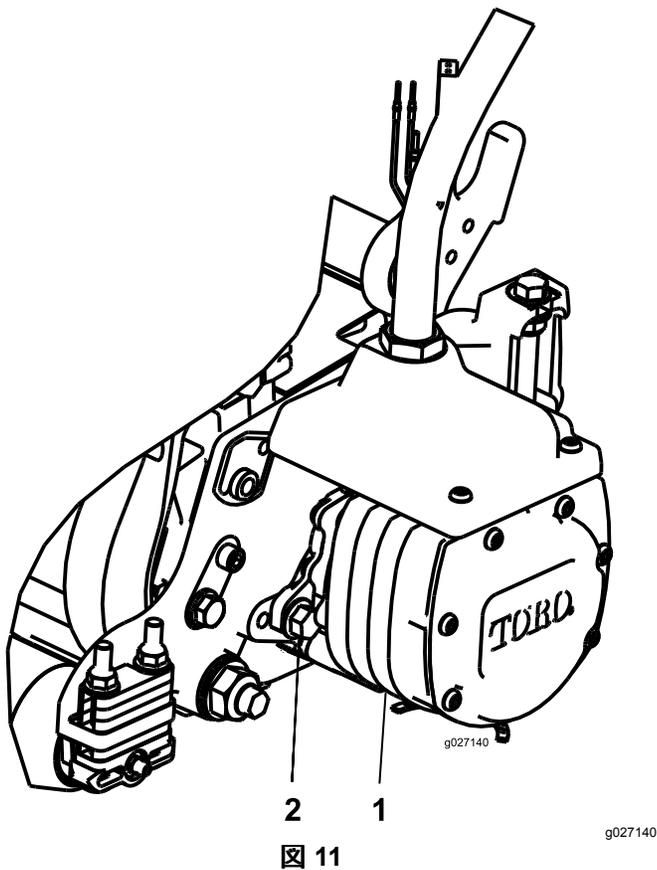

図 11
14. モータを手に持ち、右回りにひねってモータのフランジをボルトから逃がしながら、キャップスクリューにモータをセットする(図 11)。